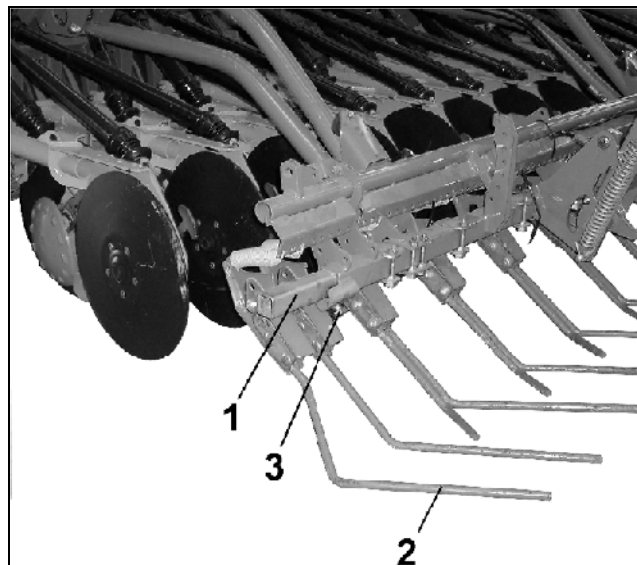

Рис. 27
Выравниватель типа "Ехакт" (Рис. 27) равномерно покрывает размещенный в посевной бороздке посевной материал рыхлой почвой и выравнивает грунт.
- Внешние элементы выравнивателя (Рис. 27/2) необходимо устанавливать так, чтобы почва могла направляться назад, и возникало семенное ложе без следов.
- Чем выше скорость движения, тем дальше наружу должна передвигаться труба квадратного сечения (Рис. 27/1).
- Трубы квадратного сечения с внешними элементами выравнивателя после каждой регулировки необходимо крепить при помощи зажимных винтов (Рис. 27/3).